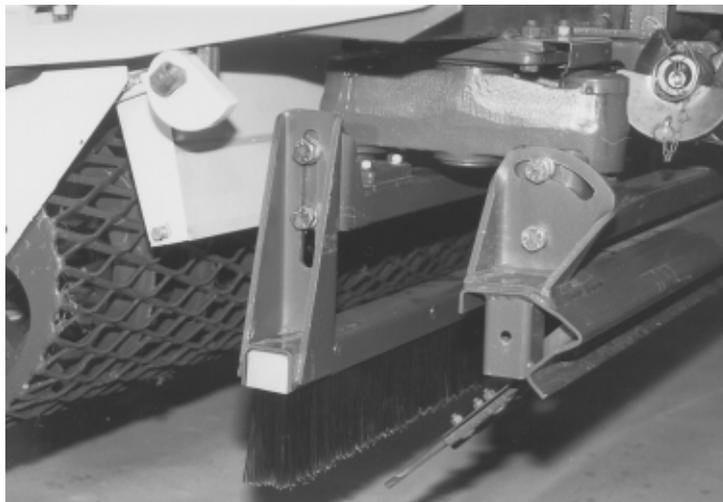

fig. 37
- aflojar los dos tornillos de bloqueo situados a una y otra parte de la barra portacepillos (fig. 37),